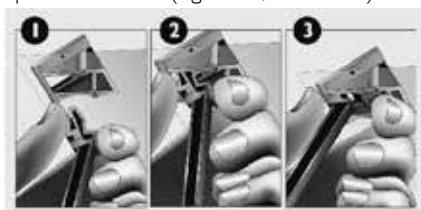

Figura 12
1. Presione con el dedo la parte flexible de los soportes del vidrio (Figura 12, numeral 1).
2. Una vez tenga presionados ambos soportes introduzca la punta de estos en los orificios que están ubicados debajo del panel frontal de la campana, tal como lo indica la figura respectiva y de tal forma que el vidrio quede en posición diagonal hacia afuera como se observa en la (Figura 12, numeral 2).
3. Cuando los soportes estén dentro del orificio de la campana suelte la parte flexible de éstos, permitiendo que el vidrio quede anclado en la campana (Figura 12, numeral 3).